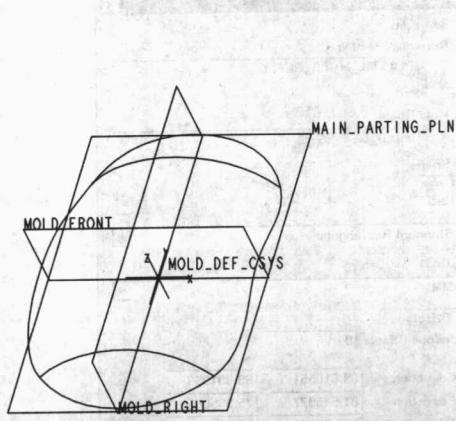

图 1.11
- [选 DTM 图层, 单击对话框中不显示的图标 , 再单击对话框重新整理画面的图标  整理画面, 参考零件的 3 个基准平面 FRONT、TOP、RIGHT 及坐标系 PRT_CSYS_DEF 已没有显示在画面上, 如图 1.11 所示]
- (3) 创建胚料(Workpiece)